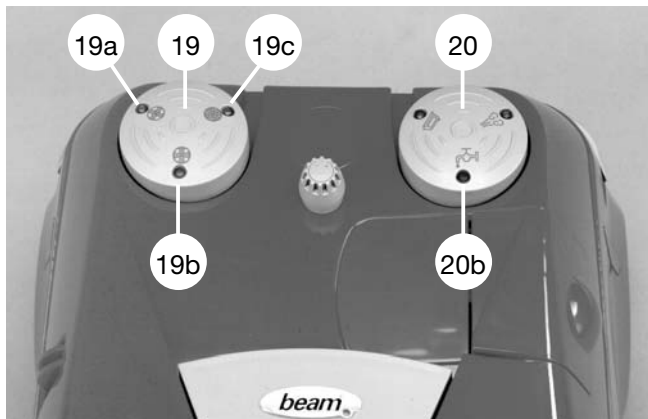

Bild 18
7.4 Bedienungsknopf 19 drücken. LED's 19a u. 19b (Bild 18) leuchten nun permanent. Saugfunktion ist aktiviert.
Wenn mit Zubehör, das **nur zum Trockensaugen** geeignet ist, gearbeitet wird, Dampffunktion nicht aktivieren! Bedienungsknopf 20 (Bild 18) darf **nicht** gedrückt werden.
- Höchste Leistung: LED 19a, 19b u. 19c leuchten (Bild 18).
7.8 Abgesaugter trockener und flüssiger Schmutz wird in der Filterschale 14 (Bild 20) gesammelt. Wenn die Filterschale 14 voll ist, siehe maximal Markierung auf dem Separatorschild, lösen die elektronischen Sensoren 16 (Bild 20) ein akustisches Signal (Piepton) sowie das permanente Aufleuchten der LED 20b (Bild 18) aus. Saugfunktion wird gleichzeitig abgeschaltet.